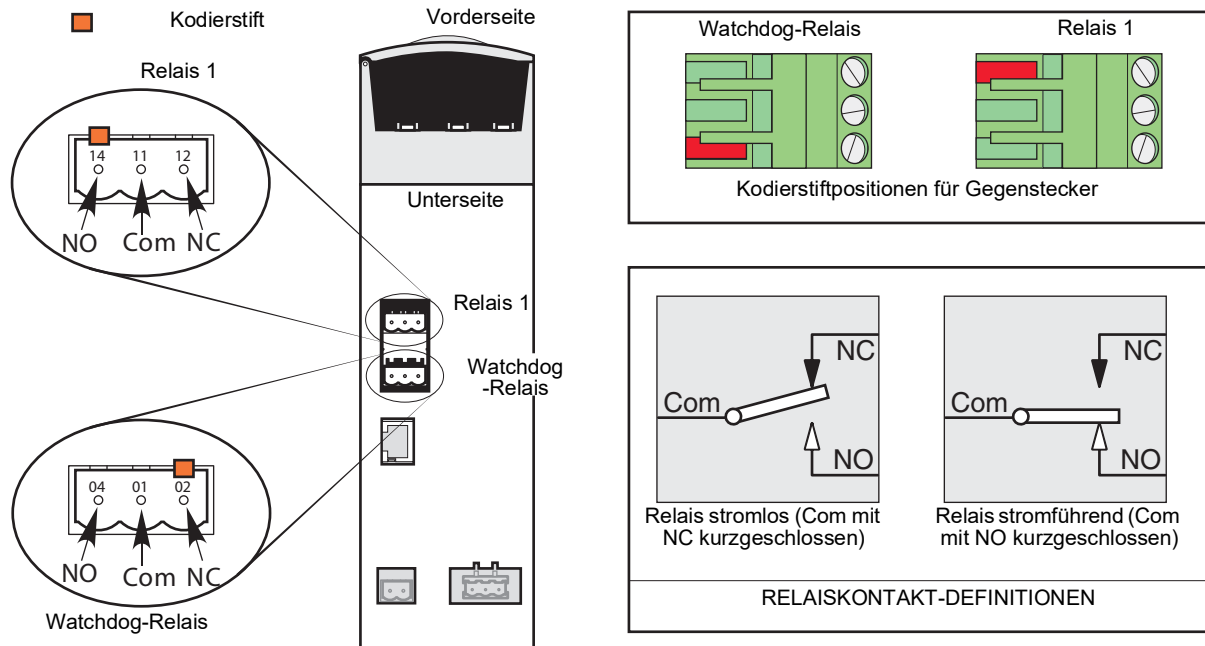

Abbildung 10 Position und Belegung der Relaisanschlüsse
Das „Watchdog“-Relais wird mit einem Anschluss auf der Unterseite des Treibermoduls verbunden, siehe (Abbildung 10).
Dieses als Standard gelieferte Relais befindet sich neben dem Watchdog-Relais (Abbildung 10). Die Funktion (stromführend/stromlos) des Relais wird von der Software kontrolliert und kann vom Benutzer frei konfiguriert werden. Die Begriffe „Schließer“ (NO) und „Öffner“ (NC) beziehen sich auf das Relais im stromlosen Zustand. Es sind bis zu drei weitere Relais verfügbar, wenn optionale E/A-Module eingebaut werden (siehe Abbildung 10).